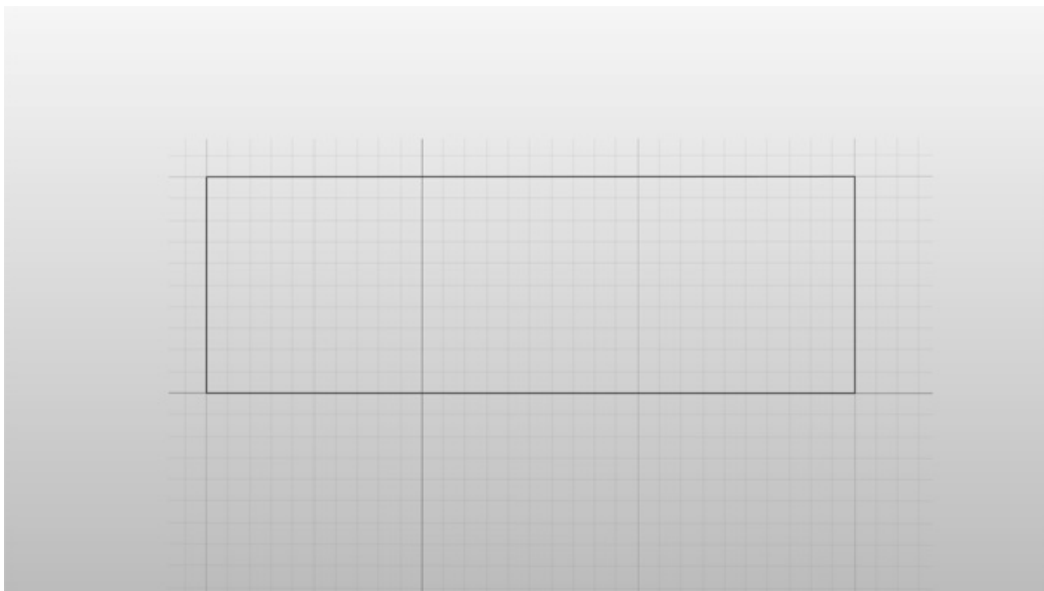

图 4-5
7) 单击鼠标右键或按〈Esc〉键退出工具，如图 4-5 所示。